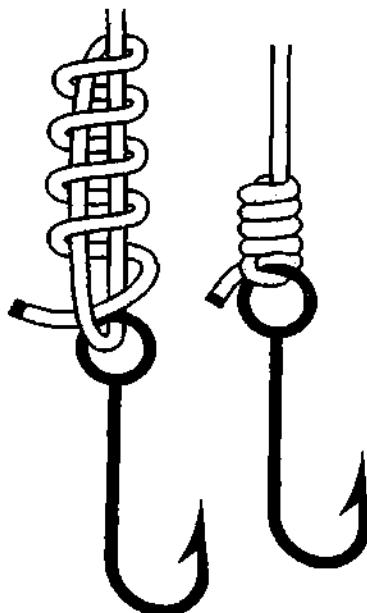

Рис. 95. Спиннинговый узел – францисканский узел, завязанный на опоре.
**Францисканским узлом** можно крепить верёвку к опоре – таким узлом часто пользуются рыбаки для привязывания крючка к леске (рис. 95).